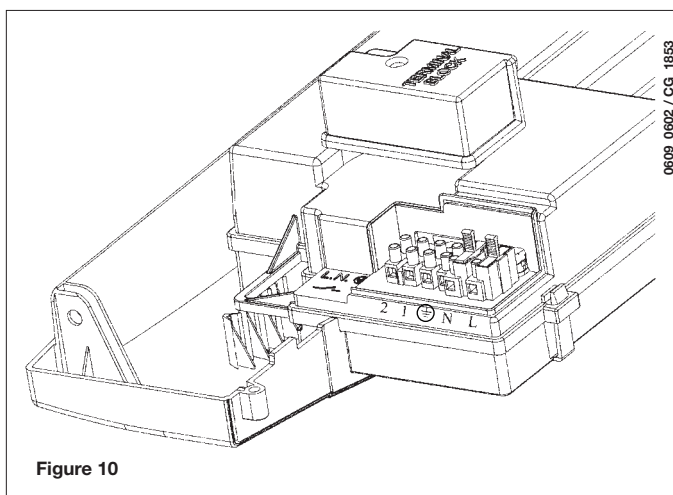

Figure 10
- \* enlever le couvercle afin d'accéder aux branchements électriques (figure 10).
- accéder à la plaque à bornes d'alimentation (figure 10) ;
- relier les fils du thermostat d'ambiance aux bornes (1) et (2) ;
Dans le cas d'absence du thermostat d'ambiance, relier les bornes 1-2 de la boîte à borne M1 de la chaudière (figure 10).